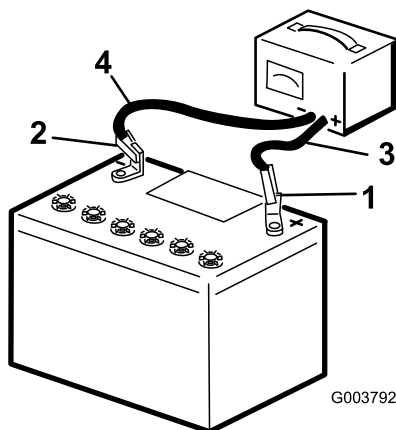

Figure 36
3. Chargez la batterie pendant 10 à 15 minutes entre 25 et 30 A, ou pendant 30 minutes entre 4 et 6 A (Figure 36). Ne chargez pas la batterie excessivement.
4. Quand la batterie est chargée au maximum, débranchez le chargeur de la prise, puis débranchez les fils du chargeur des bornes de la batterie (Figure 36).